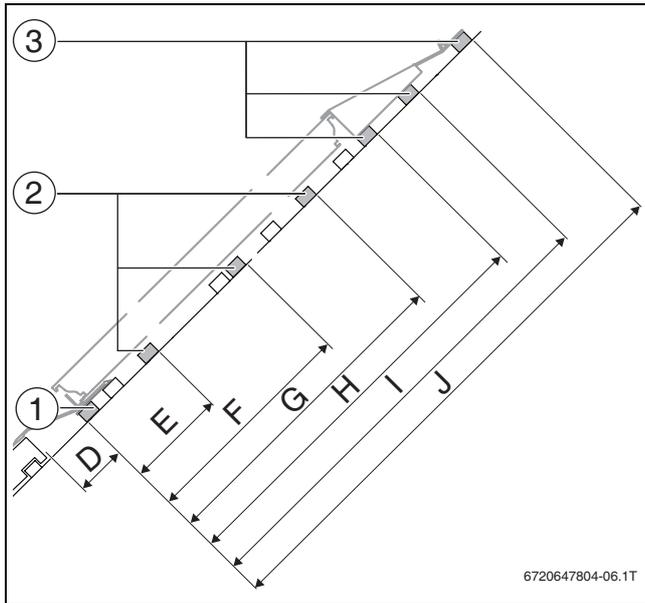

Fig. 27
- ▶ Montar un listón del tejado adicional para soporte de montaje (→ fig. 27 y 28, [1]).
La orientación exacta del listón de tejado para soporte de montaje (→ fig. 27 y 28, [1]) es independiente de la orientación de la cubierta.
- ▶ Montar listones de tejado adicionales para pisador (→ fig. 27 y 28, [2]).
- ▶ Montar listones de tejado adicionales para la chapa de recubrimiento superior (→ fig. 27 y 28, [3]).